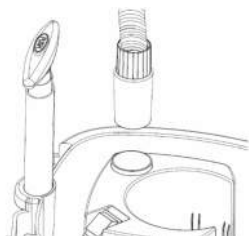

Рис. 6
7.4. Налейте подготовленный материал для покрытия и плотно накрутите контейнер на краскораспылитель (Рис. 6).